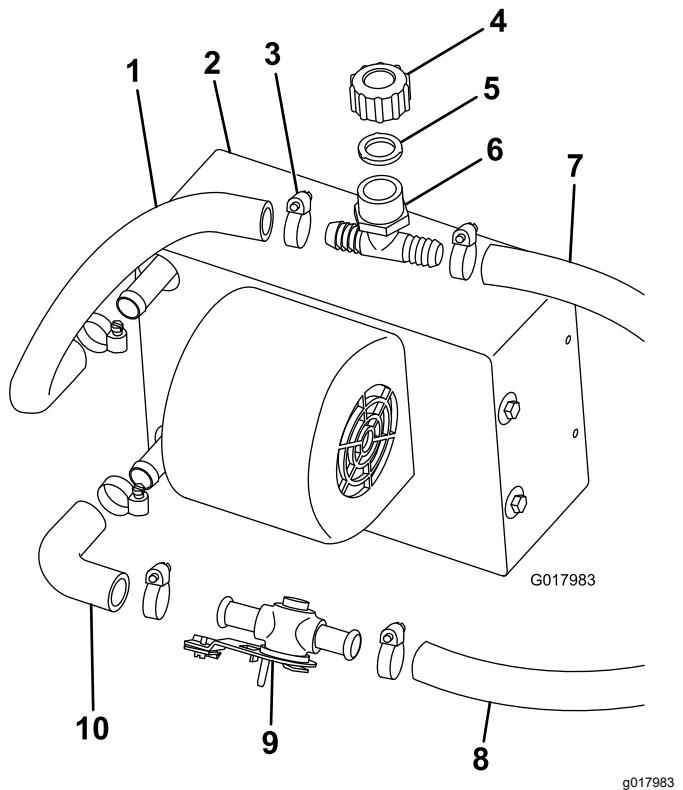

Figure 2
1. Fixez légèrement le flexible coudé au raccord inférieur du chauffage avec un collier (Figure 2).
2. Raccordez la vanne de chauffage au flexible coudé avec un collier (Figure 2).
3. Coupez un morceau de 30 cm du flexible ($\frac{5}{8}$ ") et fixez-le au raccord supérieur du chauffage avec un collier (Figure 2).
4. Fixez le raccord en T blanc, un joint et le bouchon au flexible supérieur du chauffage avec un collier (Figure 2).